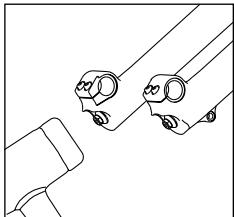

Abb. 2
3. Plazieren Sie eine Ölwanne unter der Gabel. Lösen Sie die Führungsschrauben mit einem 6 mm Inbus-Schlüssel um ein paar Umdrehungen, schlagen Sie kräftig mit einem weichen Hammer auf die Schrauben, um sie von den unteren Rohren zu lösen (siehe Abb. 2), und entfernen Sie die Schrauben vollständig.